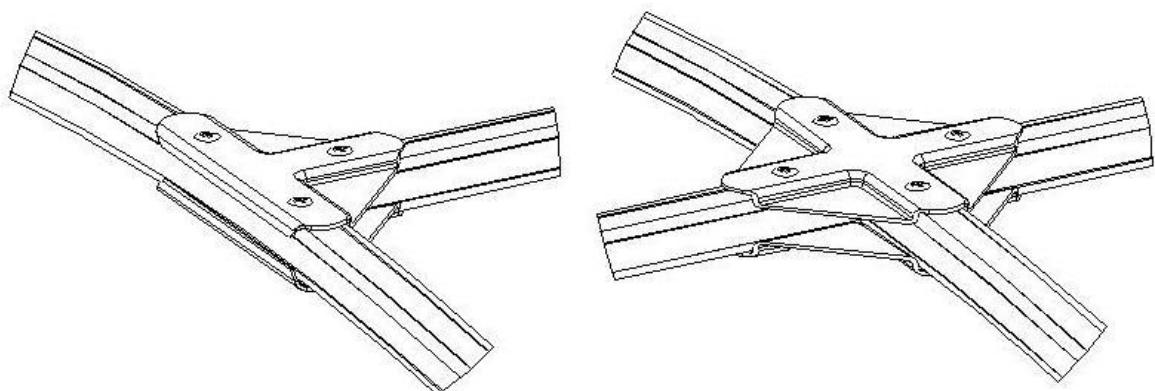

Рис. 5
6.4 Установите на каркас верхние стрингера 6 (рис. 5)